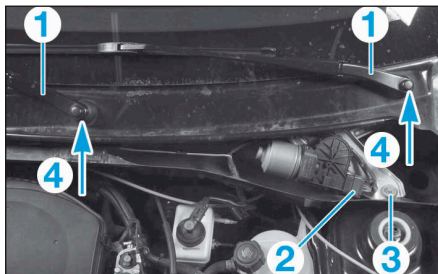

FIG.40
- Déposer les bras d'essui-vitre (1) (Fig.40).